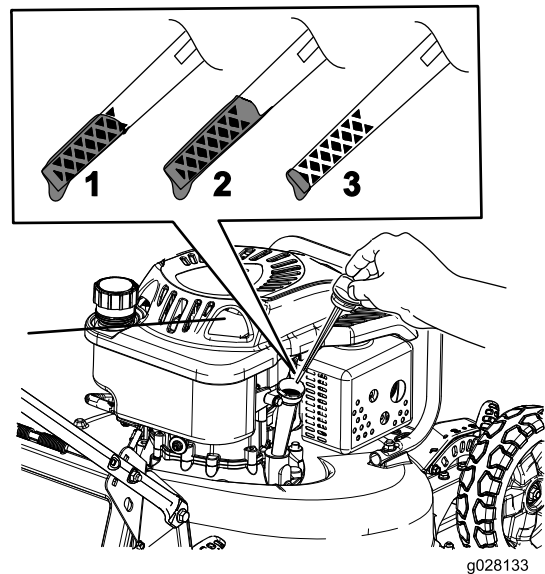

Figure 24
9. Sortez de nouveau la jauge et vérifiez le niveau d'huile (Figure 24).